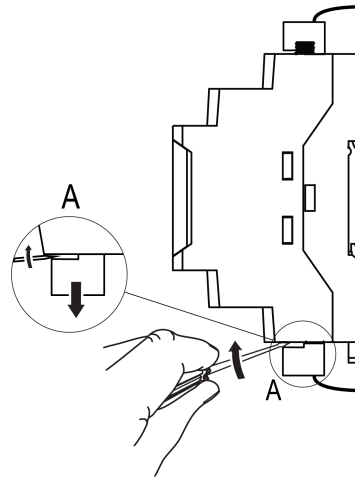

Abb. 6.2 Schneller Austausch
3. Entfernen Sie alle abnehmbaren Klemmleisten mit bestehender Verdrahtung mittels Schraubenzieher oder einem ähnlichen Werkzeug (siehe Abb. 6.2)